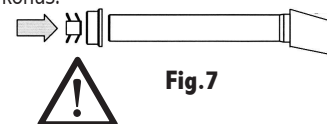

Fig.7
12. **Achtung!** Montieren Sie bei Carbon-Gabelschäften unbedingt den vom Hersteller vorgeschriebenen Spreizkonus. Montieren Sie bei Aluminium- oder Stahlschäften die mitgelieferte Stahlkralle(**3**). (**Fig. 7**)